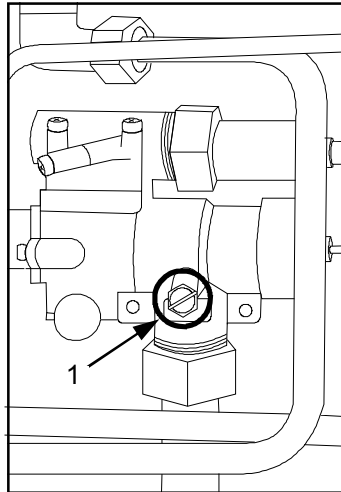

ABB.7 (Kontrolle des Versorgungsdrucks)
(**ABB.7-Ref.1**);
- 7) Feststellschraube des Sicherheitsventils wieder anschrauben (**ABB.7-Ref.1**);